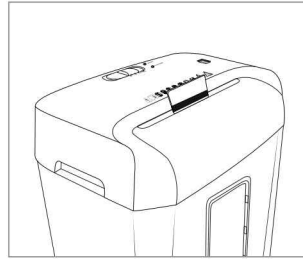

Fig. 3
- ◆ Introduisez la carte de crédit par le haut et centrée dans la fente de coupe **8** (voir fig. 3) et poussez l'interrupteur REV/OFF/AUTO/FWD **2** en position FWD ("forward" [anglais] = en avant). Vous ne pouvez couper qu'une carte de crédit à la fois. Introduisez toujours la carte de crédit côté large en premier dans la fente de coupe **8**. Sinon, la bande magnétique ne sera pas détruite.